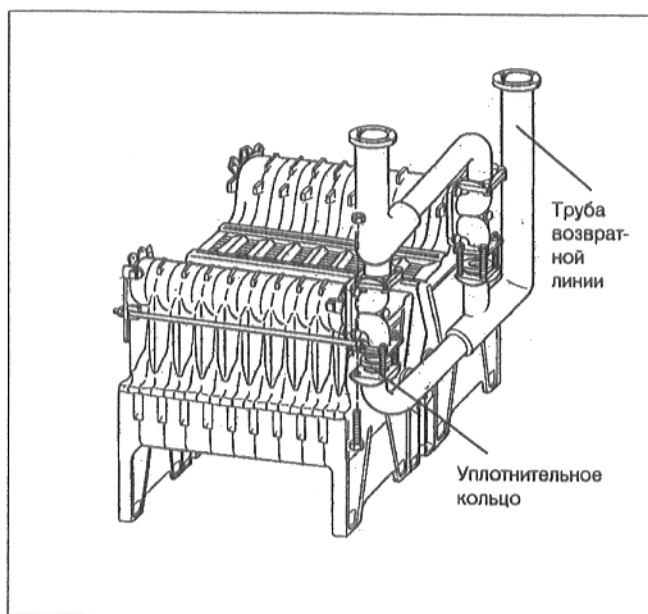

Рис. 11: Исполнение с кольцевой дроссельной заслонкой
- Привинтить трубу возвратной линии, не затягивая, (диагонально посредством 1 или 2 винтов с гайками) к соединительному фланцу (рис. 11)
- Уложить уплотнительные кольца на фланцы трубы возвратной линии (рис. 11).